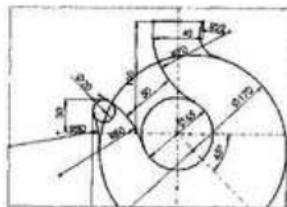
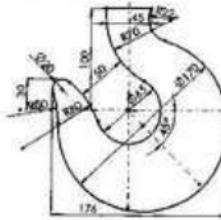

图 2-24 绘制圆弧
图 2-25 剪裁线段
(7) 使用步骤(5)的方法，单击草图工具栏中的 圆弧 （3点圆弧）工具绘制出如图 2-24 所示的两个圆弧形体（一个半径为 80mm；一个半径为 22mm），使用 智能尺寸 工具对两个圆进行尺寸定义，并“添加几何关系”选项栏中选择“相切”几何关系，以确保形体的完全定义。
(8) 单击草图工具栏中的 剪裁实体 工具，分别使用“剪裁到最近端”和“强劲剪裁”类型对如图 2-24 所示的形体进行相应的裁剪，最终得到如图 2-25 所示的形体。